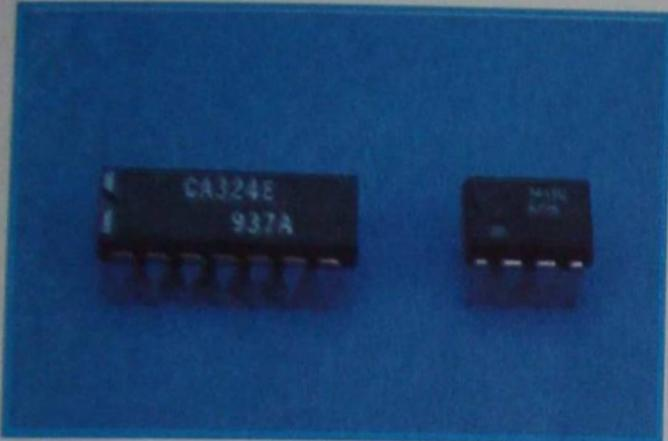

Figura 5 - Encapsulamento DIL.
2) **duplo em linha** ("Dual In-Line", em inglês) ou **DIL**, se os terminais estão alinhados de modo a formar duas filas, conforme mostrado na **figura 5**.